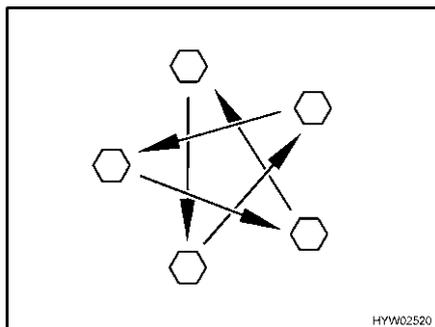

Fig. 207 Serrare a croce i dadi o i bulloni delle ruote
- Controllare regolarmente il serraggio dei dadi o dei bulloni. Regolare a croce (Fig. 207) il serraggio dei dadi o dei bulloni di una ruota sostituita dopo circa 50 km.
- ▷ Serrare a croce i dadi o i bulloni delle ruote (Fig. 207).